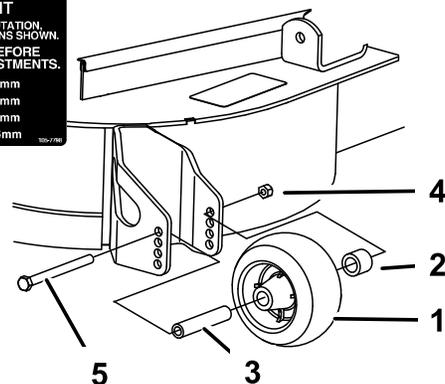

Figura 14
1. Después de ajustar la altura de corte, ajuste los rodillos retirando la tuerca con arandela prensada, el casquillo, el espaciador y el perno (Figura 14).
3. Instale la tuerca con arandela prensada, el casquillo, el espaciador y el perno. Apriete a 54–61 Nm (40-45 pies-libra) (Figura 14).